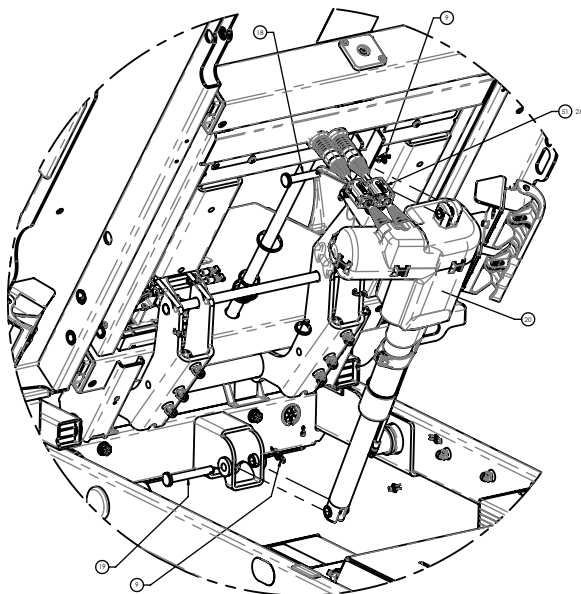

Figure 28 – Remplacement de l'actionneur du relève-buste
8. À l'aide d'une pince à becs fins, retirer les deux clips de retenue de goupille bêta (9) des axes à épaulement (18, 19) qui fixent l'actionneur (20) à l'ensemble soudé du plan de couchage et à l'ensemble soudé du relève-buste (Figure 28).
9. Tout en soutenant l'actionneur (20) d'une main, retirer l'axe à épaulement du côté tête (18), puis abaisser l'actionneur (Figure 28).
14. Tout en soutenant l'actionneur (20) d'une main, retirer l'axe à épaulement du côté pieds (19), puis abaisser l'actionneur (Figure 28).